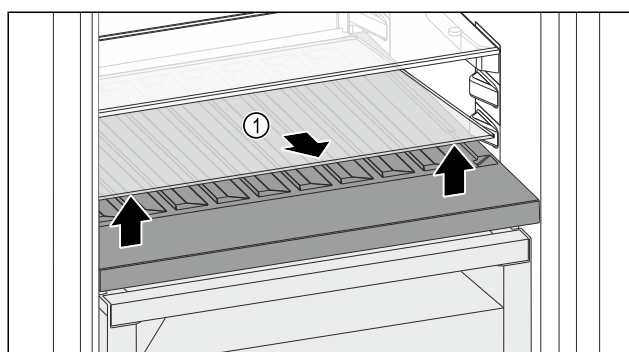

Fig. 96
- Glasplatte Fig. 96 (1) an der Aussparung vorne anheben und herausnehmen.
- Glasplatte Fig. 96 (1) außerhalb des Geräts sicher aufbewahren.